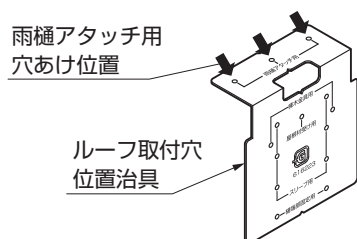

图 11-31
- ① ループ取付穴位置治具を樋にあって、ケガキ、ドリルで水抜き穴φ36と雨樋アタッチメント取付穴φ3.2をあけてください。(図11-31、11-32参照)